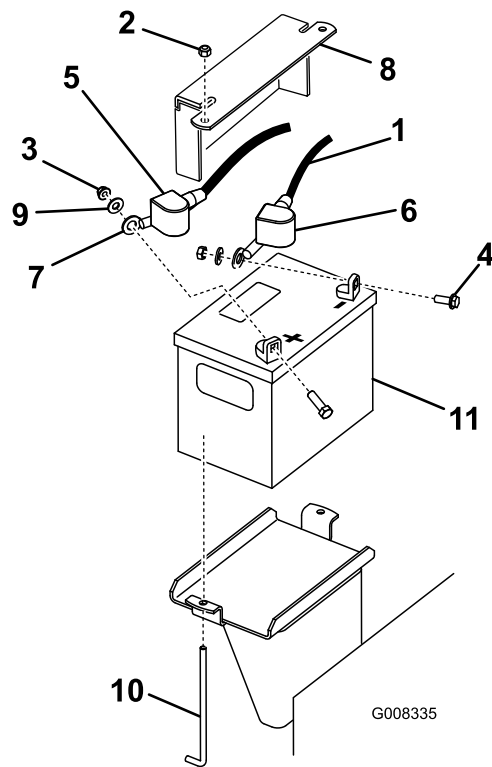

Bild 39
3. Nehmen Sie die Gummiabdeckung vom Minuskabel ab. Klemmen Sie zunächst das Minuskabel vom Minuspol (-) der Batterie ab (Bild 39).
4. Ziehen Sie die rote Polkappe vom (roten) Pluspol der Batterie ab. Ziehen Sie dann das (rote) Pluskabel ab (Bild 39).
5. Entfernen Sie die Befestigungsplatte, die J-Schrauben und die Sicherungsmuttern, mit denen die Batterie befestigt ist (Bild 39) und nehmen sie heraus.
1. Setzen Sie die Batterie in die Maschine (Bild 39).
3. Klemmen Sie zunächst das (rote) Pluskabel am Pluspol (+) der Batterie mit einer Mutter, Scheibe und Schraube an (Bild 39). Schieben Sie die Gummiabdeckung über den Batteriepole.
4. Klemmen Sie dann das Minuskabel und Erdkabel am Minuspol (-) der Batterie mit einer Mutter, Scheibe und Schraube an (Bild 39). Schieben Sie die Gummiabdeckung über den Batteriepole.